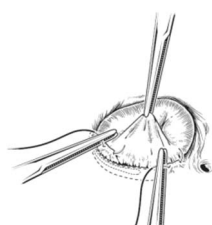
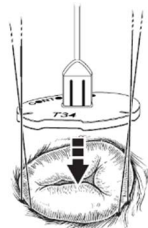
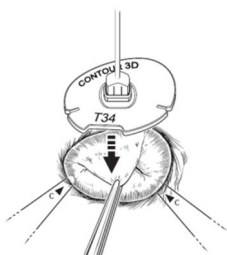
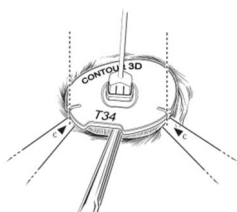

図 2
図 3
図 4
図 5
- 2) サイズの選定は、中隔尖の両交連部の間隔(図 2)及び前尖の面積を測定して行う。まず、サイザーを弁輪に向かって押し下げていき、サイザーの切れ込み部を中隔尖の交連部に合わせる(図 3)。次に、前尖をゆっくりと引っ張り、選択したサイザーでその表面を覆う(図 4)。切れ込み部の間隔が中隔尖の両交連部の間隔に最も近く、かつ表面積が前尖の表面積に最も近いサイザーが、最適な本品のサイズを示す(図 5)。